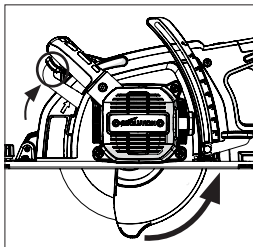

Fig. 18
Anmärkning: Det lägre bladskyddet är utformat för att tryckas (roteras) bort när ett snitt påbörjas genom att lyfta spaken för indragning av bladskyddet (6) att starta den här rotationen kan vara till hjälp vid sågning av vissa material. (Fig.18)